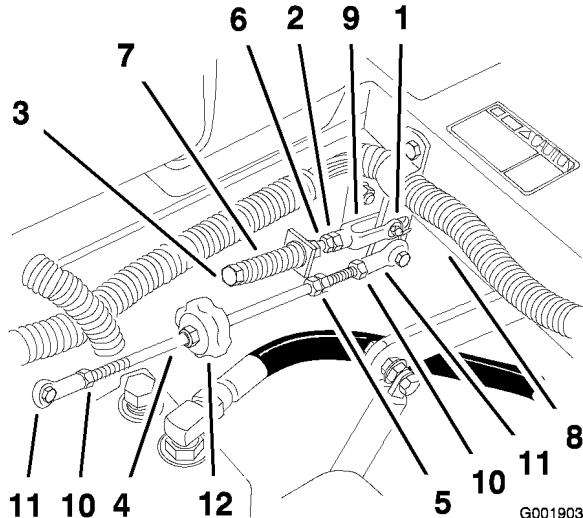

Figura 70
- Si es necesario un ajuste, afloje la tuerca y la contratuerca contra la horquilla (Figura 70).
- Aplique una ligera presión hacia atrás en la palanca de control de movimiento, gire la cabeza del perno de ajuste en el sentido apropiado hasta que la palanca de control esté centrada en posición de bloqueo/punto muerto (Figura 70).
- Apriete la tuerca y la contratuerca (Figura 70).